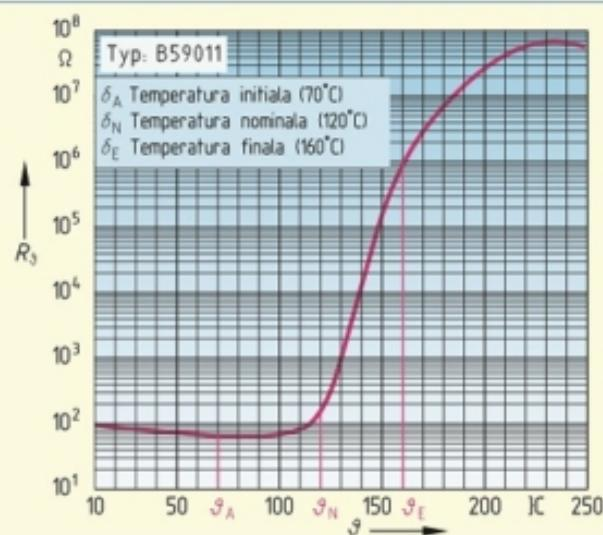

Figura 2: Curba caracteristică a termistorului PTC
- a) Care este valoarea minimă a rezistenței ( $R_{\min}$ ) pentru un termistor tip PTC B 59011 (Figura 2)? b) La ce temperatură nominală ( $\vartheta_N$ ) începe creșterea abruptă? c) De câte ori este mai mare rezistența finală  $R_F$  față de  $R_N$ ?